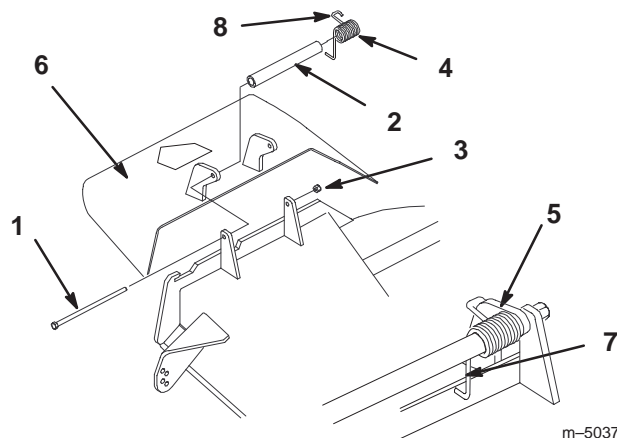

Figure 66
1. Retirez le contre-écrou, le boulon, le ressort et l'entretoise qui fixent le déflecteur aux supports de pivot (Fig. 66). Enlevez le déflecteur s'il est endommagé ou usé.
Remarque : prenez soin de placer l'extrémité en **L** du ressort derrière le bord du plateau avant de mettre le boulon en place, comme indiqué à la Figure 66.
3. Remettez le boulon et l'écrou. Accrochez l'extrémité crochue en **J** du ressort au déflecteur d'herbe (Fig. 66).